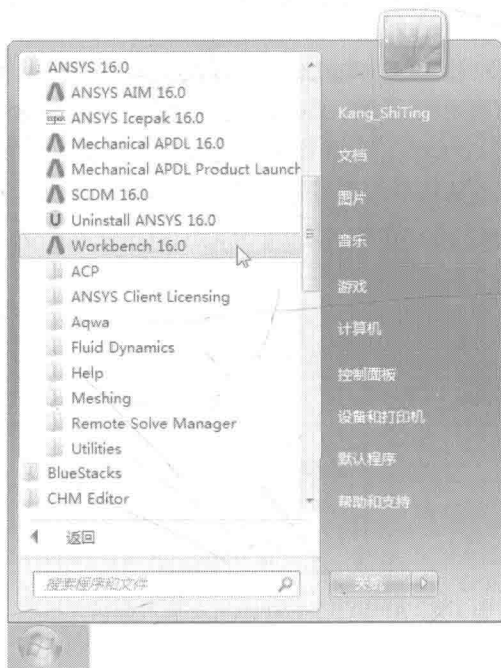

图 1-3 Windows 开始菜单启动
(1) 从 Windows 开始菜单启动, 如图 1-3 所示。